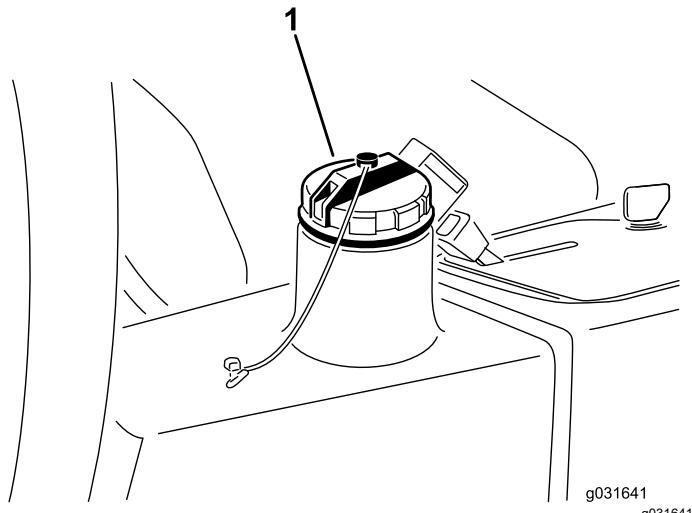

Рисунок 66
3. Когда гидравлическая жидкость перестанет вытекать, установите гидропровод на место (Рисунок 66).
4. Залейте в бак (Рисунок 66) приблизительно 13,2 литра гидравлической жидкости; см. разделы **Характеристики гидравлической жидкости** (страница 62) и **Проверка уровня гидравлической жидкости** (страница 63).